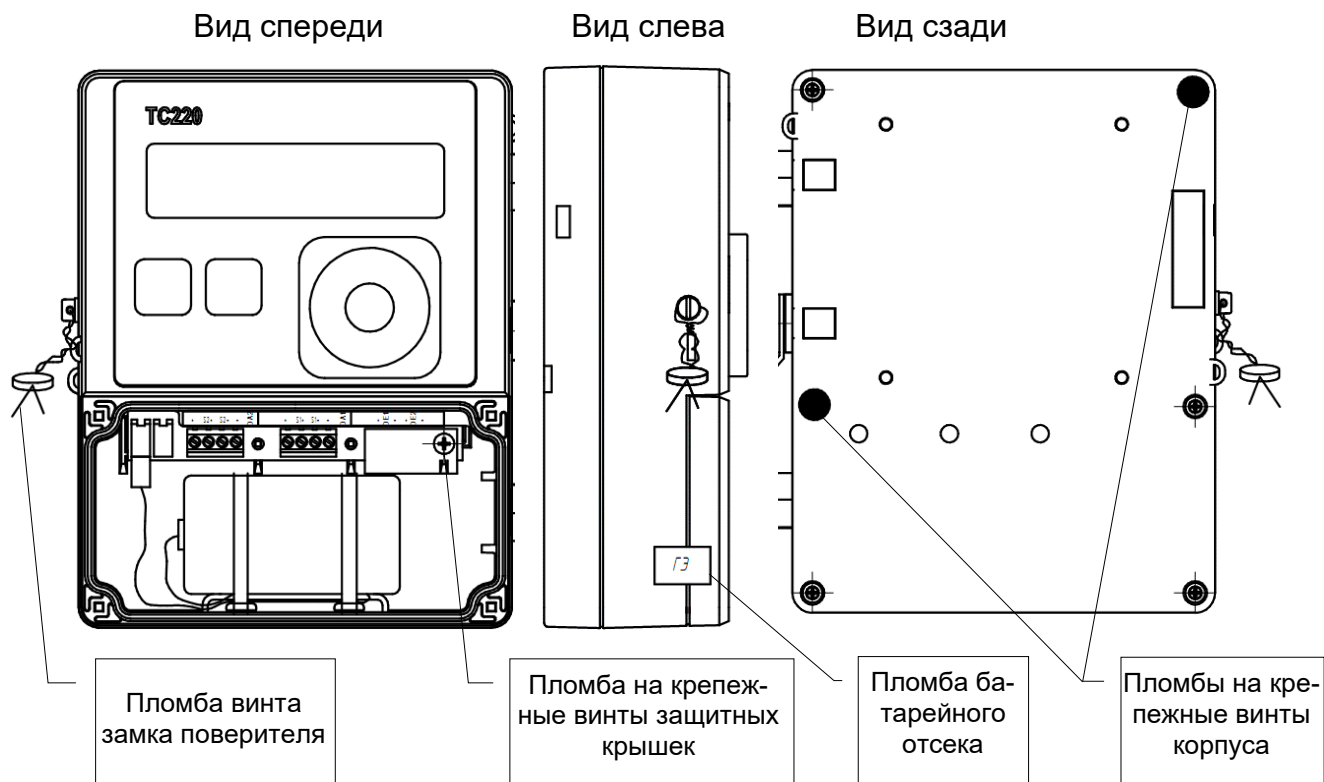

Рисунок 13. Расположение пломб
- 6 Опломбируйте корректор в соответствии со схемой размещения пломб (Рис.13).
7.3 Корректор пломбируются на предприятии-изготовителе таким образом, что исключена возможность его вскрытия без нарушения пломб (Рисунок 13).